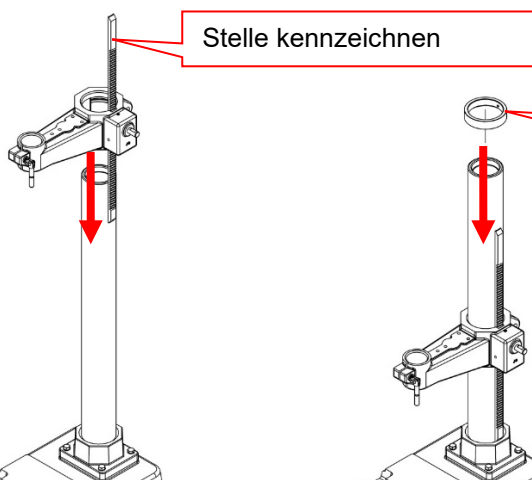

Abbildung 04
2. Markieren Sie die Oberseite des Trägers **(Abbildung 04)**, um festzustellen, welches Ende oben liegt.
3. Setzen Sie den Träger in die Tischhalterungsbaugruppe ein. Sie soll mit dem Ritzel ineinandergreifen. Schieben Sie die Tischhalterungs-/Trägerbaugruppe über die Säule **(Abbildung 04)**.